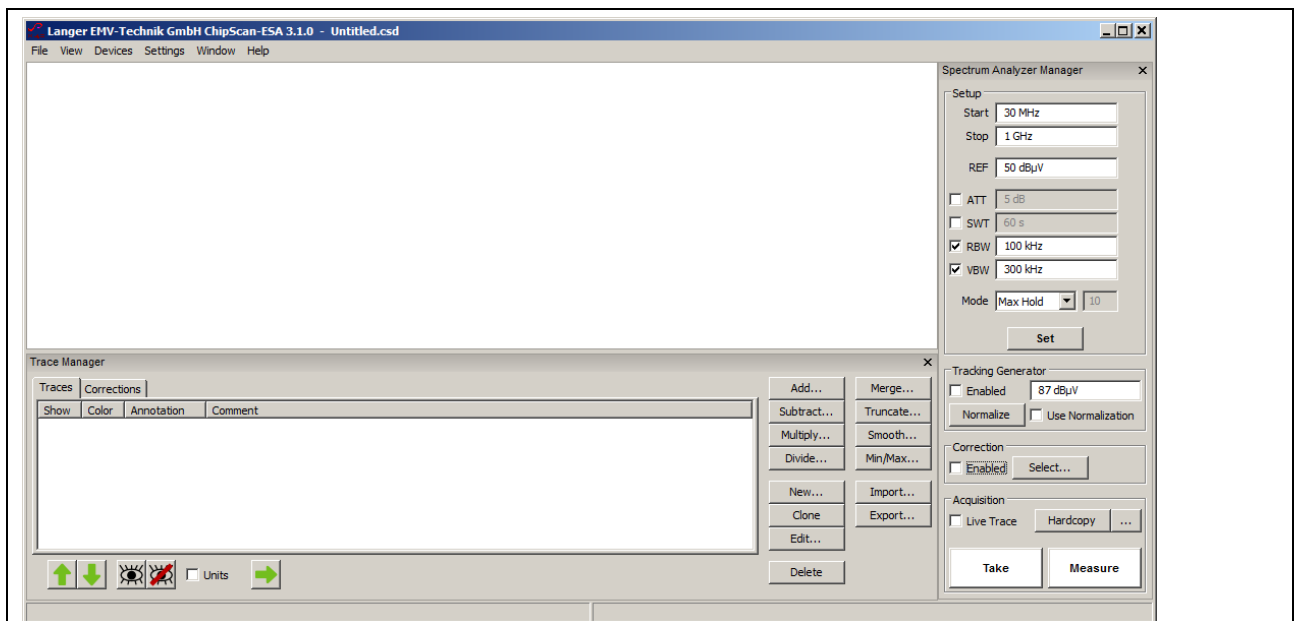
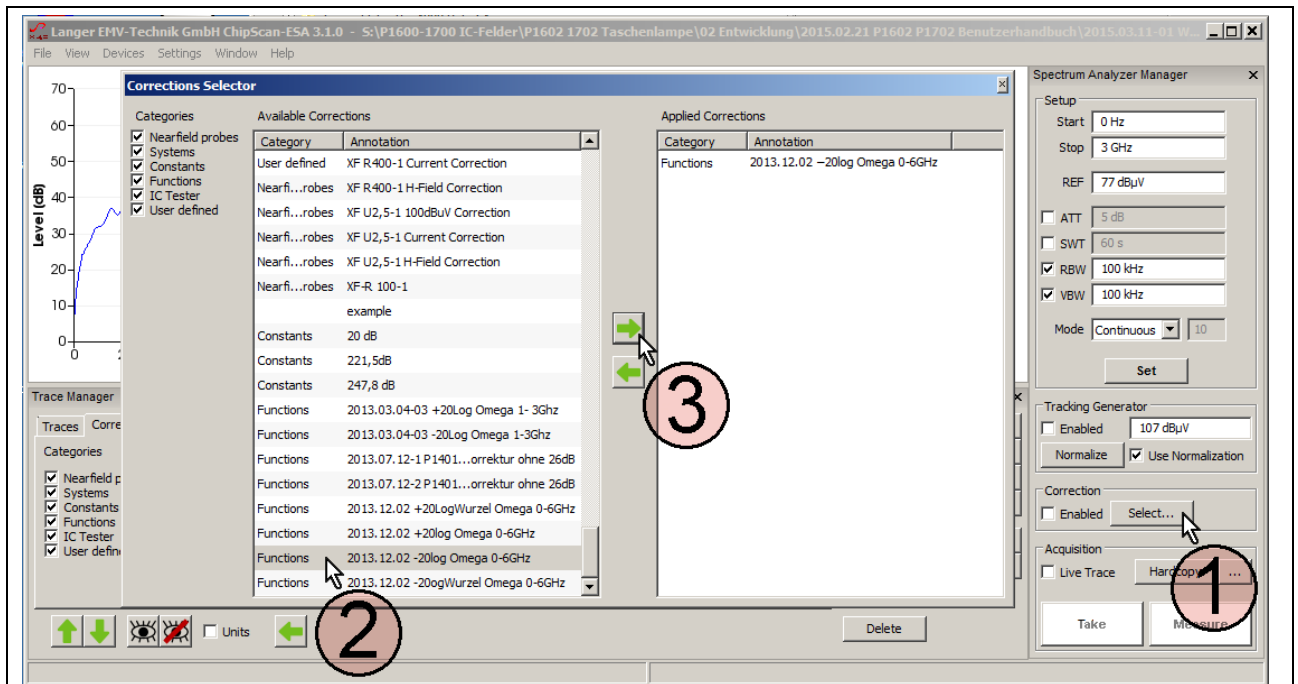
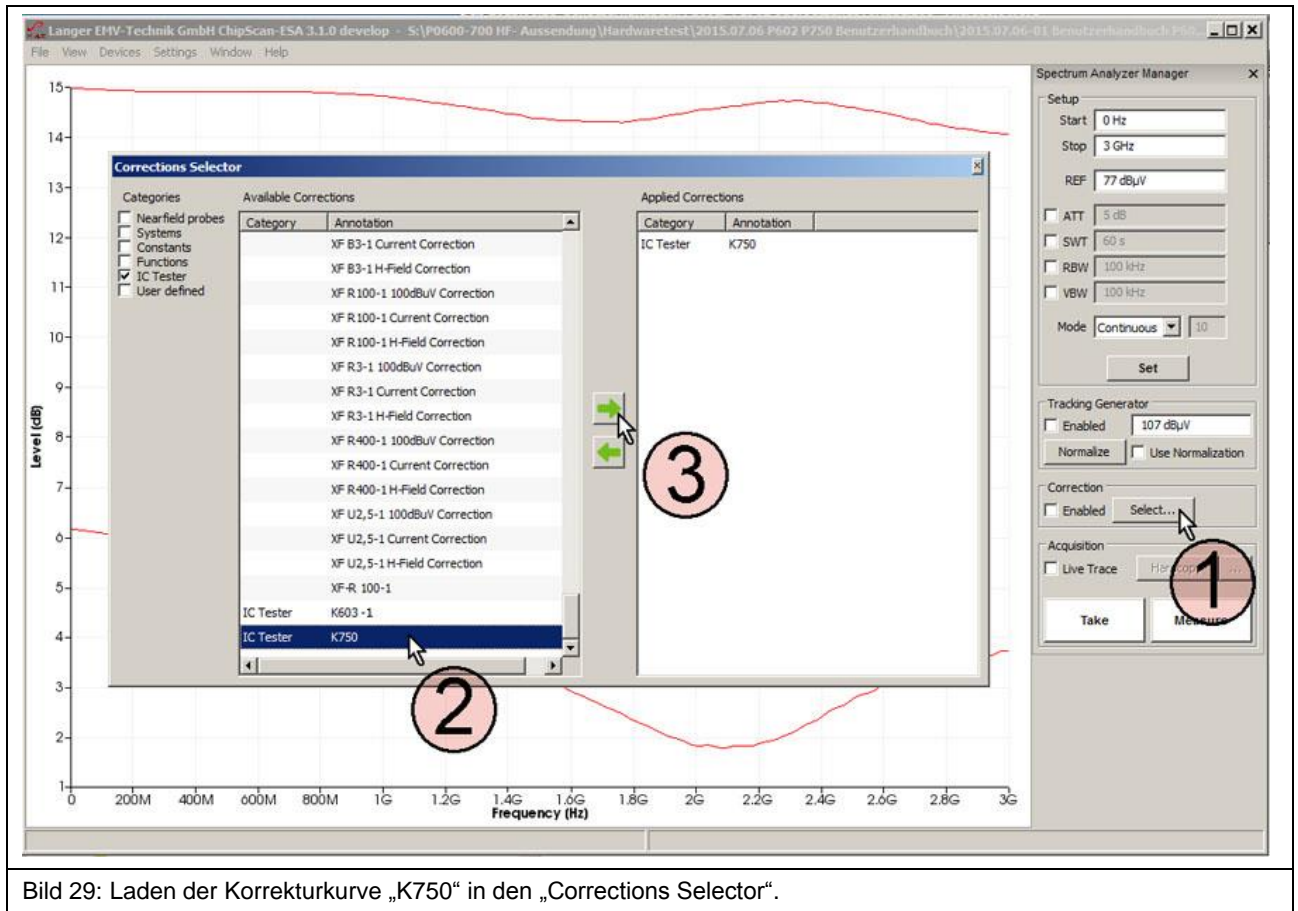

Bild 27: Haupteinstellungen des Spektrumanalysators im „Spectrum Analyzer Manager“ (rechte Seite).
Bild 28: Anwenden von mathematischen Funktionen durch Zuschalten im „Corrections Selector“.
Bild 29: Laden der Korrekturkurve „K750“ in den „Corrections Selector“.
Im „Spectrum Analyzer Manager“ sind die Haupteinstellungen des Spektrumanalysators vorzunehmen (**Bild 27**). Zur Korrektur des Frequenzgangs des Messergebnisses  $U_{AV}(\omega)$  der Probes **P603-1** oder **P750** sind die Korrekturkurve „K603-1“ oder „K750“ zu verwenden. Die Umrechnung von  $U_{AV}(\omega)$  auf  $I_{IC}(\omega)$  und  $U_{IC}(\omega)$  kann automatisch im „Spectrum Analyzer Manager“ unter „Correction“ erfolgen. Dafür ist die Korrekturkurve „K603-1“ oder „K750“ zu verwenden. Weiterhin können mathematische Funktionen angewendet werden (**Bild 28**).
Zur Auswahl für die Korrektur wird im „Spectrum Analyzer Manager“ unter „Correction“ der Button „Select“ angewählt (Mauszeiger ① Bild 28).
Es öffnet sich das Fenster „Corrections Selector“ (Bild 28). Die Korrekturkurve  $-20 \log \omega$  wird mit dem Mauszeiger ② aktiv geschaltet. Durch Betätigen der „nach rechts“ Taste ③ wird die Korrekturkurve in das Verzeichnis „Applied Corrections“ geholt. Weitere Korrekturfaktoren und Korrekturkurven (Bild 29) wie z.B. „K603-1“ oder „K750“ können auf gleichem Weg dazu oder selektiv geladen werden (Bild 29).